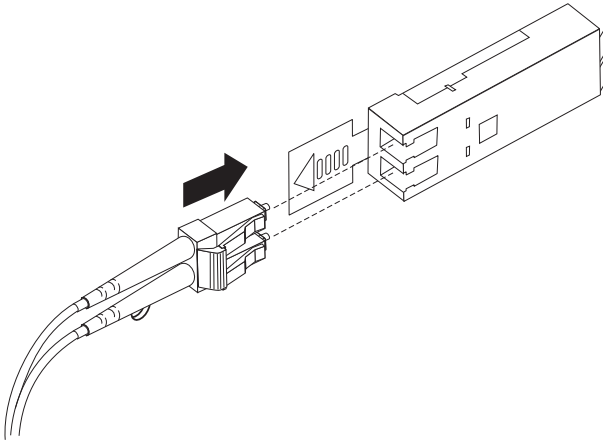

図 32. LC-LC ファイバー・チャネル・ケーブルの SFP モジュールへの挿入
4. 保護キャップを外した LC-LC ケーブルの端を、DCS3700 に取り付けられた SFP モジュールに慎重に挿入します。ケーブル・コネクタは、SFP モジュールに正しく挿入できるようにキー溝が付いています。図 32 に示すように、コネクタを持ったまま、所定の位置でクリック音がするまでケーブルを押し込みます。